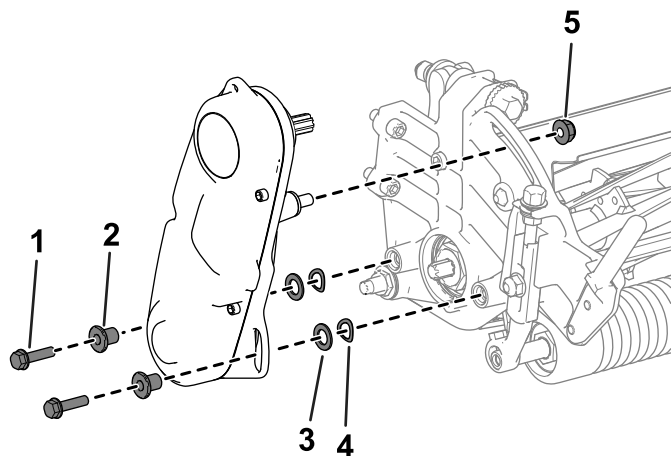

图 3
- 卸下将滚刀驱动总成固定到侧板上的五金件图 3。
- 从侧板上卸下滚刀驱动总成、扁平垫圈、弹簧垫圈和隔片图 3。